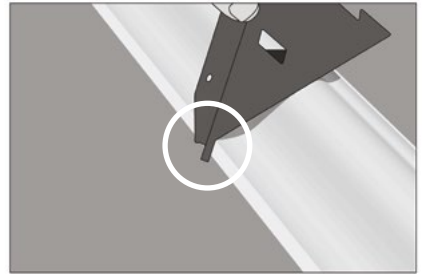
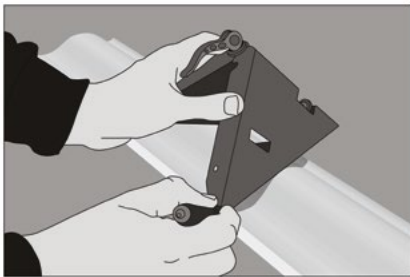
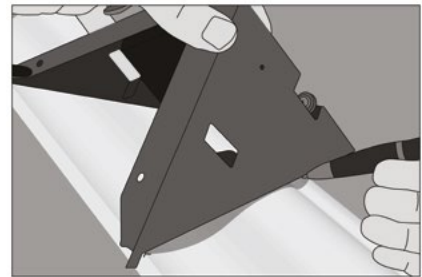

bild 11
bild 12
bild 13
- Bei Außengehrungen platzieren Sie den Trigjig einfach auf der Volute, so dass die Führungslasche sicher über dem Wandrand der Volute liegen (Bild 11). Markieren Sie, wo die Hebel die Volute an der Wand (Bild 12) und den Deckenrändern (Bild 13) GLEICHZEITIG berühren (im Verhältnis zu den Führungslaschen). (Beziehen Sie sich auf das Teildiagramm 1, wenn Sie sich nicht sicher sind, welche Seite Sie markieren sollten).